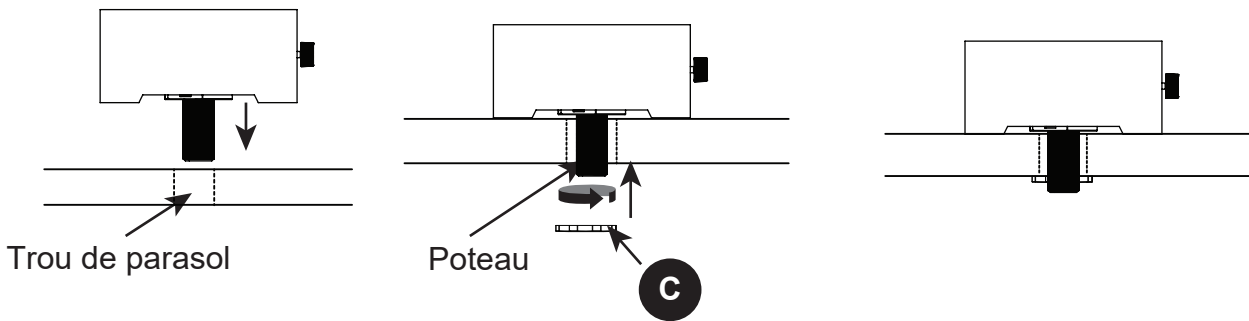

Figure 2
3. Enlever l'attache de fixation (C) du foyer. Attacher le foyer en alignant le poteau avec le trou de parasol, puis serrer l'attache (C) dans le sens des aiguilles d'une montre (voir Figure 2).